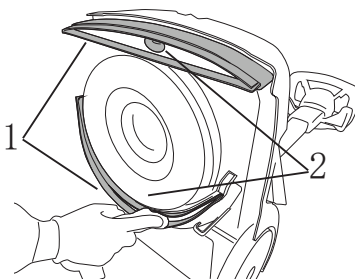

Fig. 37
- 用湿布清洁两个吸水扒的刮条 (图37, 编号1)。
- 清洁两个刮条的吸水导管 (图37, 编号2)。